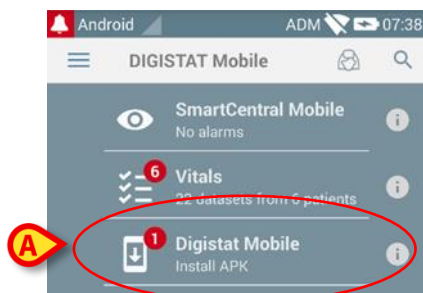

Fig 15
- Tryck på linjen som anges i Fig 15 **A**.